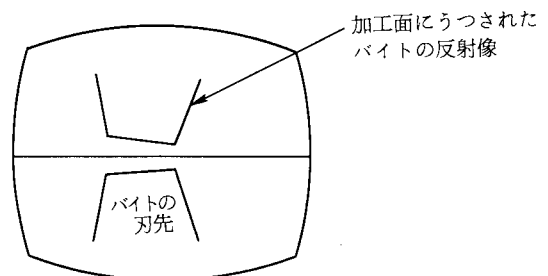

図1-11 モニター画面上のバイトの刃先とその反射像
④ 刃物台クランプ㉑「ON」にする。
⑤ 切削油㉒「ON」にする。
⑥ テーブル右行起動ボタン㉓を押す、切削する。
(2) 切削完了後の操作
① 切削油「OFF」にする。
② 刃物台クランプ「OFF」にする。
③ 主軸を停止する。
(3) バイトの傾きを調べる。
① モニターTVの画面上にバイトの刃先が図1-11のようにうつし出されるように刃物台を移動させる。